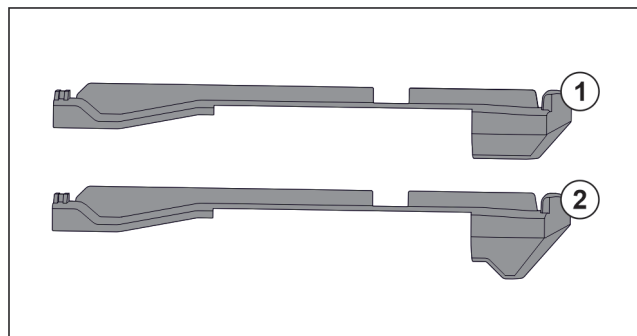

Fig. 124 Porównanie elementów nasadzanych
W urządzeniu znajdują się dwa różne elementy nasadzane. Element nasadzany nad najniższą szufladą Fig. 124 (2) posiada trójkątną krawędź. Wszystkie pozostałe elementy nasadzane Fig. 124 (1) mają prostą krawędź.
- ▶ Element nasadzany Fig. 124 (2) z trójkątną krawędzią umieścić nad najniższą szufladą.
- ▶ Element nasadzany Fig. 124 (1) z prostą krawędzią umieszczać we wszystkich pozostałych miejscach.